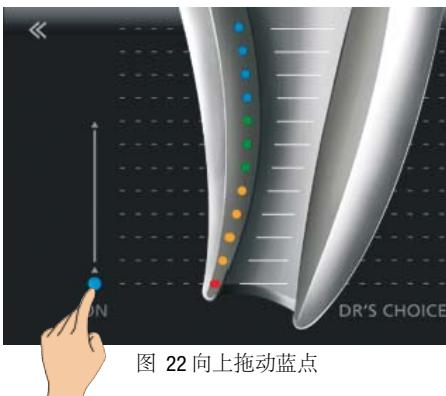

图 22 向上拖动蓝点
- 把手指放在蓝点上，然后将蓝点拖至根尖区所需位置 (图 22)。